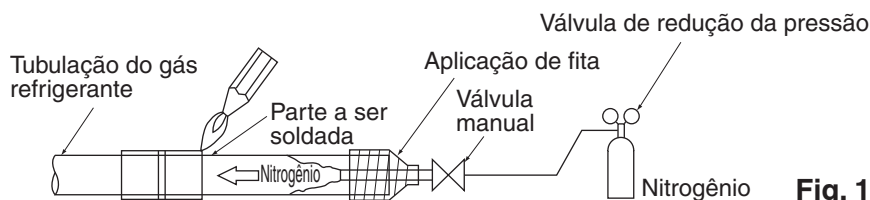

Fig. 15
- Antes de soldar a tubulação de refrigeração, faça com que nitrogênio flua através da tubulação de refrigeração e substitua o ar por nitrogênio. Depois, realize a solda (NOTA 2) (**Consulte a Fig. 15**). Após todos os trabalhos de solda serem finalizados, realize a conexão cônica com a unidade interna.